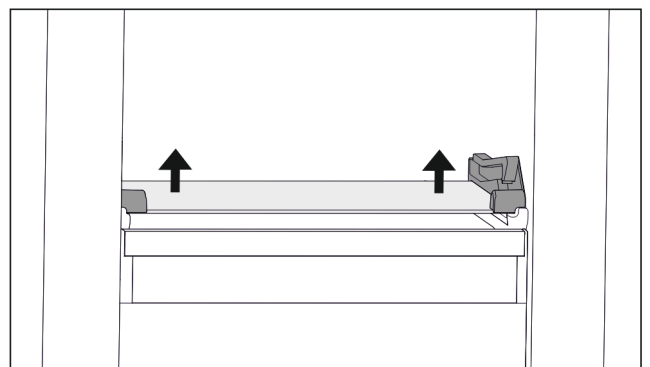

Fig. 72 Staklena ploča nagibne ladice
- ▶ Pritisnite staklenu ploču odozdo s obje strane prema gore. (pogledajte Fig. 72)